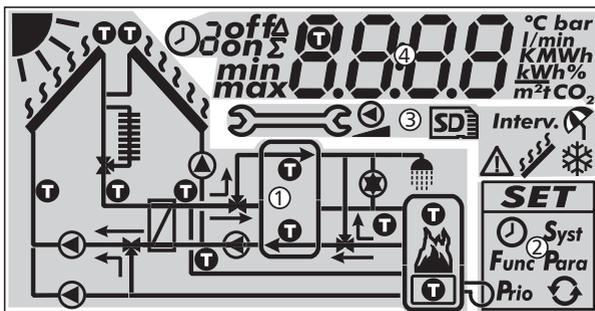

Fig. 8 : Aperçu des zones d'affichage (l'ensemble des éléments est représenté)
Le tableau suivant décrit les symboles du graphique du système (① sur la Fig. 8).
Le menu de configuration (② sur la Fig. 8) contient les entrées suivantes :
Le tableau suivant décrit les pictogrammes pour les fonctions (③ sur la Fig. 8).
L'affichage des valeurs d'exploitation et de configuration (④ sur la Fig. 8) se compose des éléments suivants :
①	<p>Symbole pour le contrôle temps des fonctions. Le symbole s'affiche lorsque :</p> <ul style="list-style-type: none"> <li>• une limite de temps ou un contrôle temps est configuré.</li> <li>• l'état de la limite de temps ou du contrôle temps est affiché.</li> <li>• la limite de temps bloque un contrôle température (le symbole clignote).</li> </ul>
②	<p>Numéro de la plage horaire qui vient d'être définie/affichée dans le menu de configuration ou dans laquelle se situe l'heure actuelle. Le contrôle temps d'une fonction se compose de 1 ou 3 plages horaires réglables. Exemple : Plage horaire 1 : 06:00 – 08:00 Plage horaire 2 : 11:00 – 12:30 Plage horaire 3 : 17:00 – 19:00</p>
③	<p>Informations complémentaires :</p> <p>on, off: état de commutation/condition de commutation activé, désactivé max, min: valeur maximum, valeur minimum <math>\Sigma</math> : valeur cumulée d'exploitation depuis la première mise en service, non-réinitialisable <math>\Delta</math> : valeur cumulée d'exploitation depuis la dernière remise à 0</p>
④	<p>Le symbole s'affiche lorsqu'une sonde de température est sélectionnée pendant le réglage d'une fonction.</p>
⑤	<p>Affichage de :</p> <ul style="list-style-type: none"> <li>• valeurs de mesure</li> <li>• valeurs de configuration</li> <li>• codes d'erreur</li> <li>• autres informations, version du logiciel p. ex.</li> </ul>
⑥	<p>Unité physique des valeurs affichées dans ⑤ : °C, bar, l/min, K, MWh, kWh, %, m2, tCO2</p>